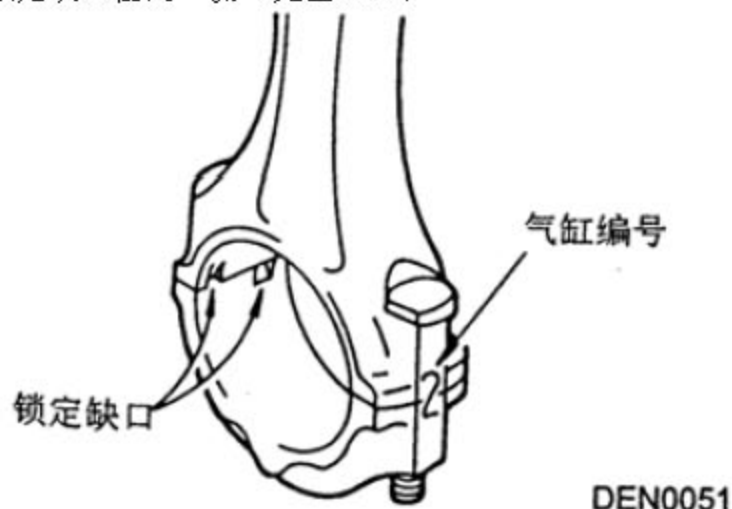

图 3-56
a). 对准在分解时做的记号, 将轴承盖装到连杆上, 如果连杆是新的, 无标记, 则必须使轴承锁定缺口在同一侧 (见图 3-56)